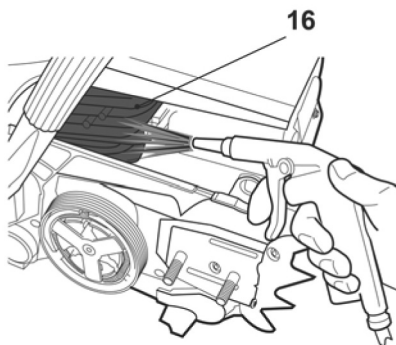

Fig. 54
- > L'accumulation de poussière entre les ailettes du cylindre [16] peut provoquer une surchauffe du moteur. Les ailettes doivent faire l'objet d'un examen et d'un nettoyage régulier avec un jet d'air [16] (Fig. 54).